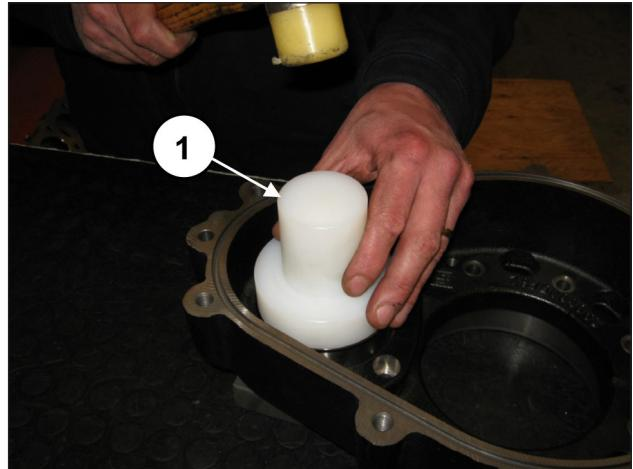
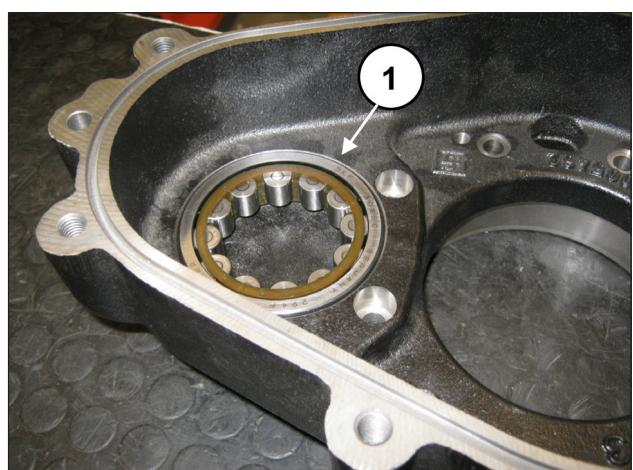

Abb. 53
Abb. 54
Montieren Sie vorläufig am Getriebegehäuse den Außenring des Ritzellagers mithilfe des Werkzeugs Art. 27604900 (Pos. ①, Abb. 53) bis auf Anschlag (Pos. ①, Abb. 54).